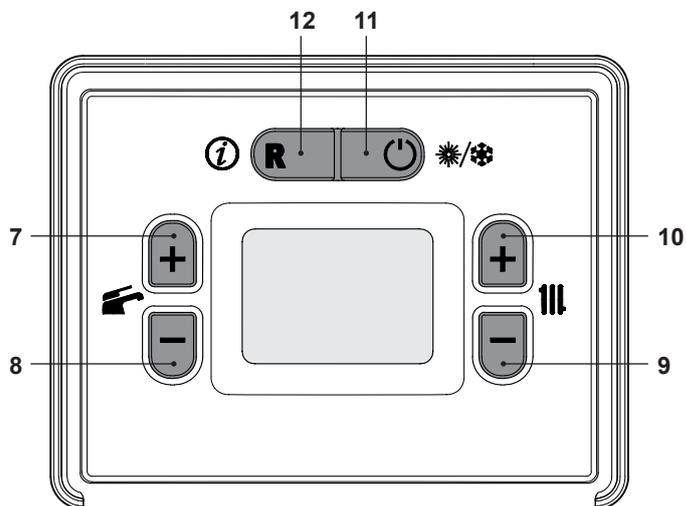
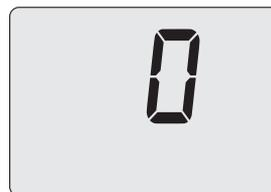

Figura 3.12
Figura 3.21
Entrare in “modalità programmazione” premendo contemporaneamente per 5 secondi i tasti 11 e 12 (Figura 3.12). Sul display LCD appare il codice **P00**, indicante l'entrata nel “parametro P00” (Figura 3.14).
- Utilizzando i tasti 9 o 10 (Figura 3.12) impostare il valore del parametro A14 a **30** (Figura 3.17).
- Utilizzando i tasti 9 o 10 (Figura 3.12) è possibile modificare il valore del parametro A21 (Figura 3.19).
- Utilizzando i tasti 9 o 10 (Figura 3.12) impostare il valore del parametro A43 a **0** (Figura 3.21).
- Premendo il tasto 7 o 8 (Figura 3.12) si ottiene la conferma del valore inserito e si ritorna alla lista parametri (Figura 3.20).
- Premendo il tasto 11 (Figura 3.12) si esce dalla "modalità programmazione".